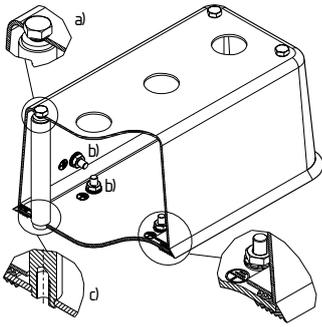

Abb. 1: Montage des Gehäuses
1. Stellen Sie eine Verbindung, je ein Leiter, zwischen den vorgesehenen Erdanschlusschrauben (Abb. 1) am Gehäusedeckel und Gehäuseboden her.